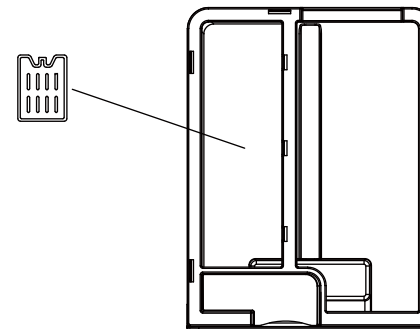

Fig. 3
**Nota:** mettere il contenitore del ghiaccio in freezer per 2 ore, quindi inserirlo nel serbatoio dell'acqua per raffreddare l'acqua. L'aria in uscita dal ventilatore risulterà molto più fresca. Prestare attenzione al corretto posizionamento del contenitore del ghiaccio sulla sinistra (Fig. 3)